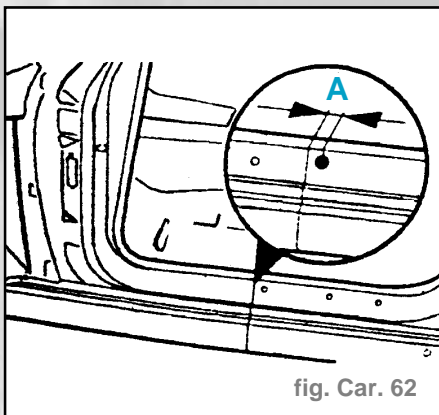

fig. Car. 62
- Découper la tôle de liaison dans la zone (2) entre le montant de porte et la doublure d'aile.
- Déterminer et tracer la ligne de coupe sur bas de caisse exécuter la coupe (fig. Car. 62).
- Côte (A) = 25 mm du centre du trou de 12 mm.